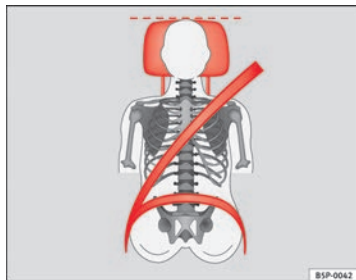

Abb. 12 Richtiger Gurtbandverlauf und richtige Kopfstützeinstellung von vorne betrachtet
- Der Schultergurt muss ungefähr über die Schultermitte verlaufen. Der Sicherheitsgurt muss flach und fest am Oberkörper anliegen → Abb. 12.